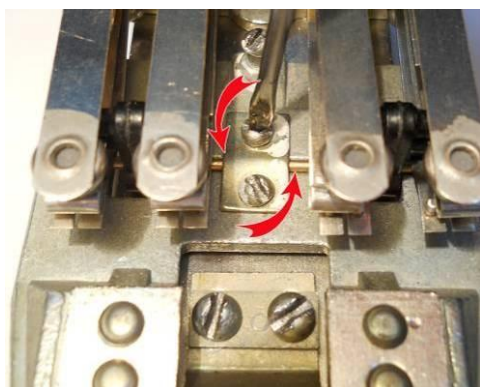

Рис. 104
- отверните два винта удерживающие прижимную планку оси тяг (рис.104), отделите планку от основания противовеса;